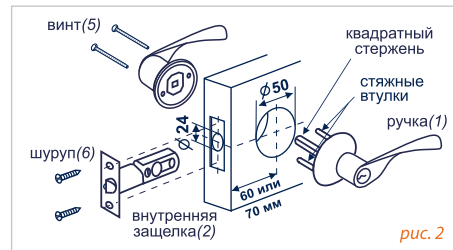

рис. 2
3. КОМПЛЕКТНОСТЬ (рис. 2)
4.1. Разметка двери. Разметьте дверное полотно (рис. 2). Расстояние от торца двери до центра квадрата внутренней защелки (2) в стандартных межкомнатных дверях - 60 мм, в стандартных входных дверях - 70 мм. Рекомендуемое расстояние от пола 965 мм;
4.5. Установка ручек защелки. Установите ручку с квадратным стержнем таким образом, чтобы он и стяжные втулки точно вошли в пазы на корпусе внутренней защелки(2). Наденьте на квадрат вторую половину ручки (рис. 2). Закрепите ручки(2) винтами(5), входящими в комплект. Накладки ручек должны плотно прилегать к поверхности двери. Проверьте работоспособность установленного комплекта ручек с обеих стороны двери.